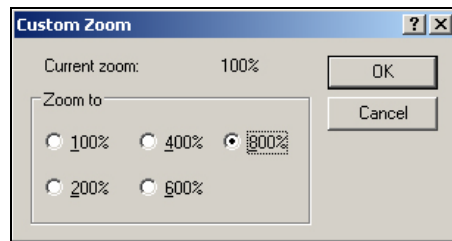

Abbildung 5-44: Custom Zoom (Benutzerdefiniert Vergrößerung)
- 2 Navigieren Sie zu *View (Ansicht) > Zoom (Vergrößerung) > Custom (Benutzerdefiniert)*. Das Dialogfeld *Custom Zoom (Benutzerdefinierte Vergrößerung)* (siehe Abbildung 5-44 auf Seite 5-56) erscheint.